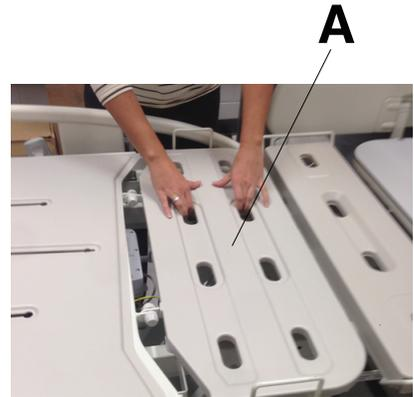

Figura 3 – Retirar a cobertura do apoio para a parte superior da perna
1. Retire a cobertura do apoio para a parte superior da perna (A) (Figura 3).